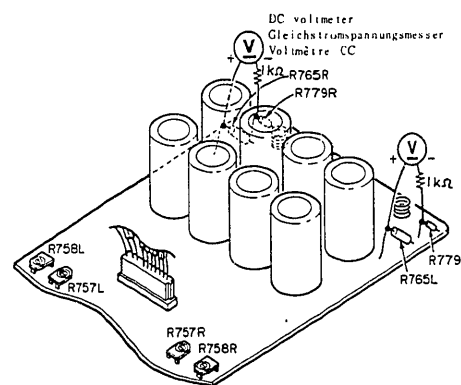

Fig. 7 Abb. 7
Connect the  $\ominus$  side of a voltmeter to the test point shown in Fig. 7 via a 1 kohm resistance. With R757L, R and R758L, R at their leftmost positions, switch on the power and when at least 8 minutes have elapsed and R757L, R and R758L, R have been shifted separately to the semi-fixed center position, rotate semi-fixed resistor (1) at the side where the voltmeter pointer deflects in a clockwise direction (with the other semi-fixed resistor (2) at its leftmost position), and adjust the deflection of the DC voltmeter to 30 mV. Now rotate the other semi-fixed resistor (2) in the clockwise direction and adjust the voltmeter to 32 mV. Rotate the semi-fixed resistor (1), which was rotated first, in the clockwise direction and adjust to 33 mV. The method of adjustment is the same for the left and right channels.
Die Minusseite  $\ominus$  eines Spannungsmessers über einen Widerstand von 1 kOhm mit dem in Abb. 7 gezeigten Testkontakt verbinden. R757L, R und R758L, R ganz nach links drehen, das Gerät einschalten und nach einem Minimum von acht Minuten und nachdem R757R, L und R758L, R einzeln in ihre Mittenstellung gebracht wurden, den einstellbaren Widerstand (1) in die Richtung drehen, in der Zeiger des Spannungsmessers nach links ausschlägt. Mit dem anderen einstellbaren Widerstand (2) in seiner ganz linken Stellung den Widerstand (1) so einstellen, daß die Nadel des Gleichstrom-Spannungsmeters auf 30 mV zeigt. Nun den einstellbaren Widerstand (2) nach rechts drehen, bis das Spannungsmeter 32 mV anzeigt. Anschließend den Widerstand (1) nochmals nach rechts drehen, bis die Nadel des Voltmeters auf 33 mV steht. Die Einstellmethoden sind für den rechten und den linken Kanal gleich.
Raccorder le côté  $\ominus$  d'un voltmètre au point d'essai indiqué sur la Fig. 7 via une résistance de 1 kohm. Avec R757L, R et R758L, R à leur position extrême gauche, allumer l'alimentation électrique; après au moins 8 minutes, quand R757L, R et R758L, R se sont déplacés séparément vers la position centrale semi-fixe, faire tourner la résistance semi-fixe (1) vers